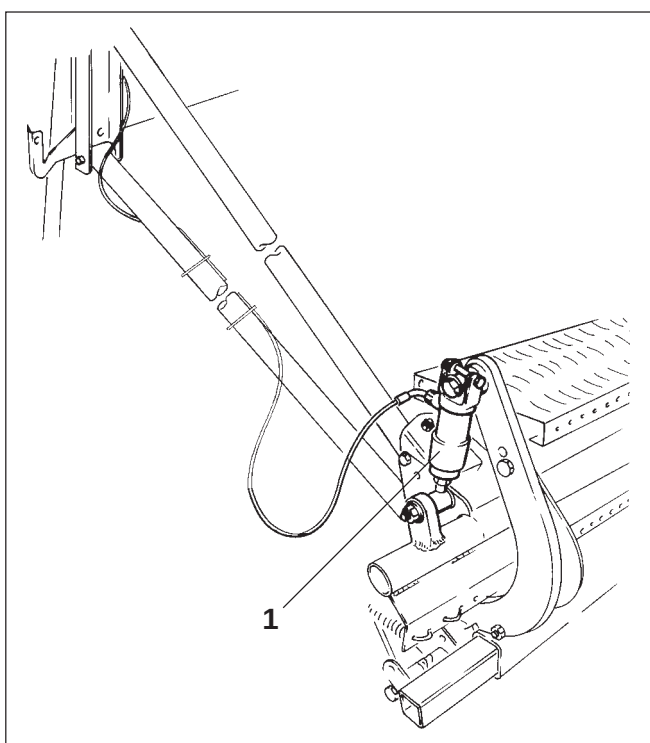
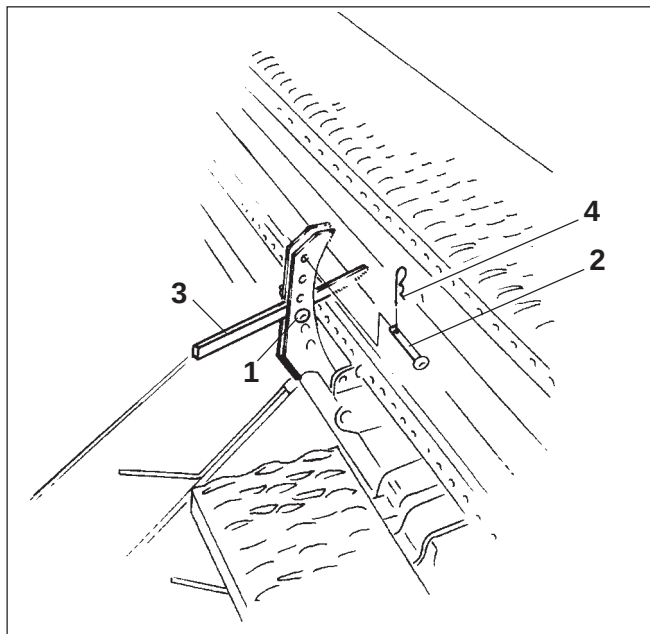

Fig. 24.11
Fig. 24.12
Deux axes (fig. 24.12/1 et fig. 24.12/2) sont fichés dans le segment de réglage et servent de butées au levier (fig. 24.12/3). Le levier (fig. 24.12/3), actionné par le vérin hydraulique (fig. 24.11/1), est en appui contre l'axe I (fig. 24.12/1) lorsque le vérin hydraulique est en échappement, et en appui contre l'axe II (fig. 24.12/2) lorsque le vérin hydraulique est sous pression.
- mettez le vérin hydraulique (fig. 24.11/1) en échappement.
- introduisez l'axe II (fig. 24.12/2) dans un des peçages du segment de réglage, placés au-dessus du levier (fig. 24.12/3) et verrouillez en sécurité avec une goupille Beta (fig. 24.12/4).